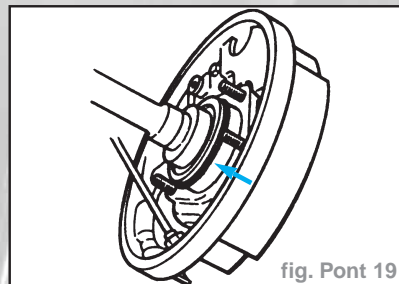

fig. Pont 19
- Reposer l'ensemble arbre de roue et flasque de frein sur le carter d'essieu. Appliquer du lubrifiant pour essieu sur le joint torique (flèche) (fig. Pont 19).